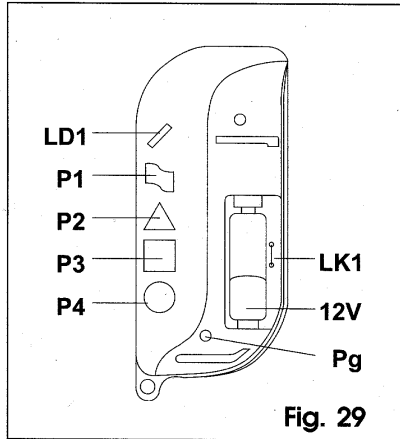

Fig. 29
- 1) Aprire l'involucro del trasmettitore, facendo slittare il coperchio come da fig. 28, per accedere al pulsante di generazione del codice (fig. 29-rif.Pg).
- 2) **Premere, e mantenere premuto** fino al termine dell'operazione, uno dei pulsanti **P** d'attivazione (fig. 29) del canale da codificare.